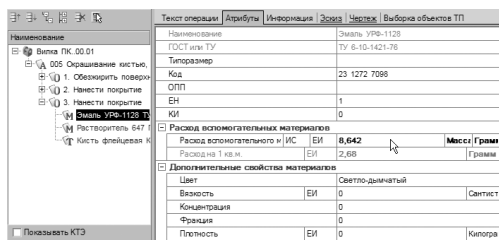

Рисунок 114
- Установите курсор на вспомогательном материале *Эмаль УРФ-1128* и перейдите на вкладку **Атрибуты**. В строке **Расход вспомогательного материала** можно увидеть количество эмали, приходящейся на 1 деталь (рис. 114).